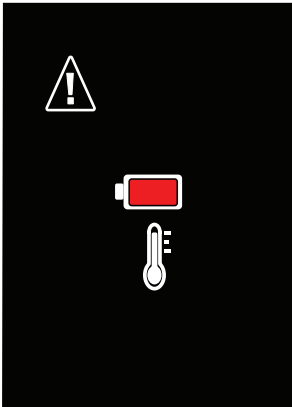

Fig. 22 : Avertissement température de batterie
- ! Débrancher immédiatement le câble de charge si l'écran d'avertissement température de batterie s'affiche (voir Fig. 22).
- ! Si le câble de charge n'est pas débranché pour arrêter la charge quand l'avertissement température de batterie apparaît (voir Fig. 22), cela peut entraîner un risque d'incendie, d'explosion et de dommage ou blessure grave.
- ! Si l'avertissement température de batterie apparaît (voir Fig. 22), le IR LD 1.0 doit resté débranché jusqu'à ce que l'unité et le chargeur reviennent à la température ambiante. Patienter au minimum trois (3) heures avant d'essayer de rebrancher le chargeur.
- Débrancher immédiatement le câble de charge si l'écran d'avertissement température de batterie s'affiche (voir Fig. 22).
- Patienter au minimum trois (3) heures avant d'essayer de rebrancher le chargeur.